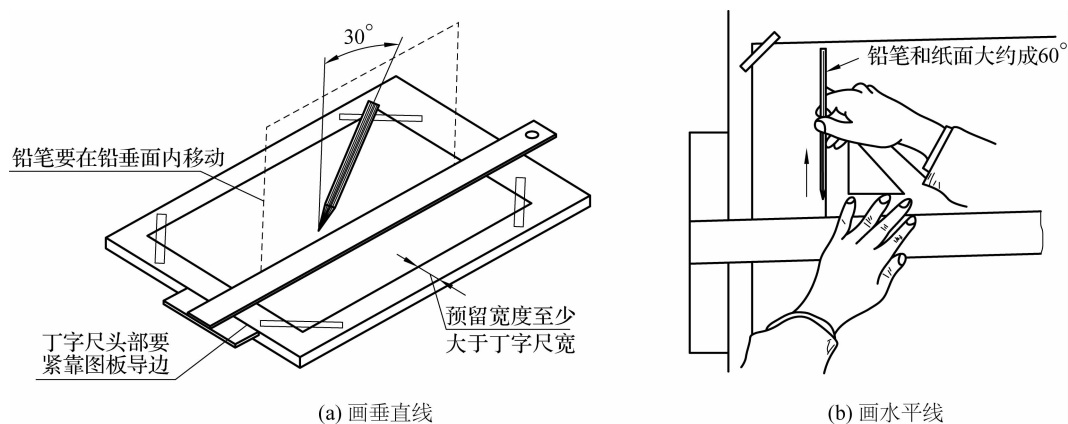

图 1-1-9 用丁字尺画垂直线与水平线
(2)丁字尺。丁字尺是用来画水平线的,丁字尺的上面那条边为**工作边**。用丁字尺画水平线时,笔杆应稍向外倾斜,尽量使笔尖贴靠尺边,如图 1-1-9(a)所示。画垂直线时如图 1-1-9(b)所示,自下往上画线。